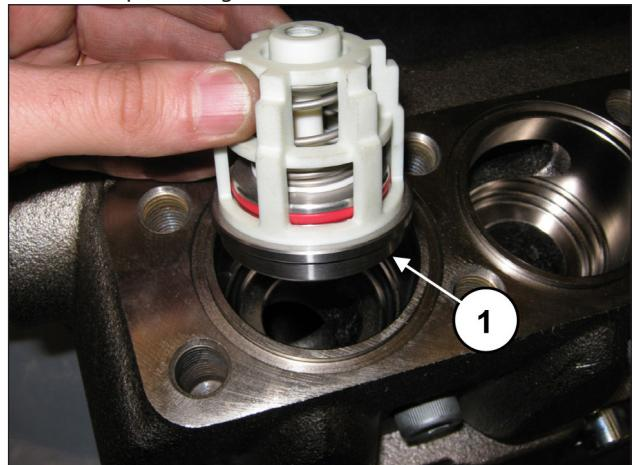
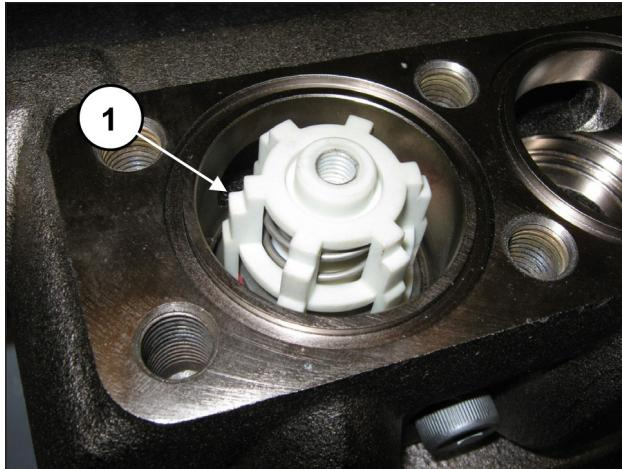

Fig. 158
Fig. 159
Introducir el grupo de la válvula de envío (pos. ①, Fig. 158). El grupo de la válvula se ha de introducir a fondo como se indica en la pos. ①, Fig. 159.